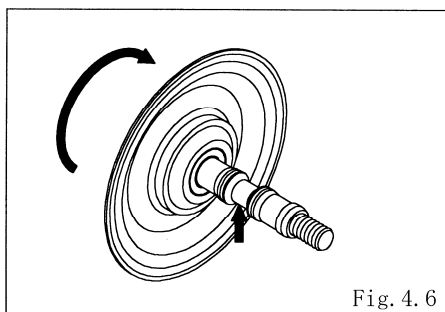

Fig. 4.6
- ・センターロッドの中央部を手またはバイスなどにより固定してダイアフラムが外れるまで回す。〔Fig.4.6〕